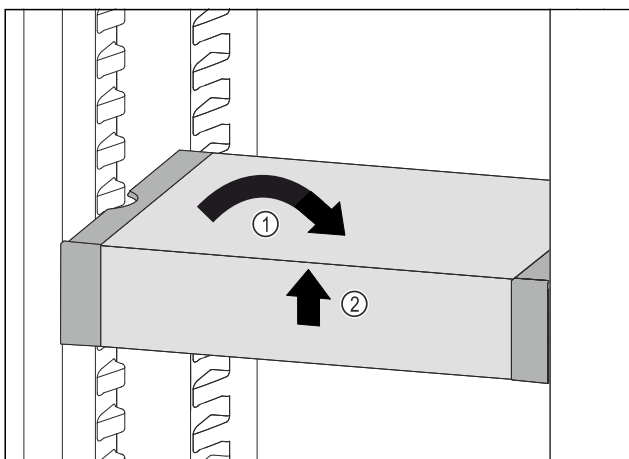

Fig. 130
- ▶ Изправете VarioSafe. Fig. 130 (1)
- ▶ Повдигнете VarioSafe отпред. Fig. 130 (2)